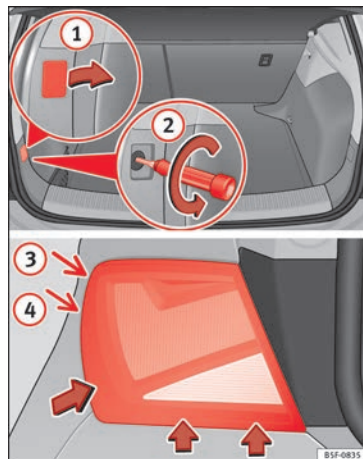

Fig. 111 Coffre à bagages : position de la vis de fixation pour le feu arrière. Démontage du feu arrière sur l'aile.
- Enlevez le cache à l'aide du tournevis à tête plate au niveau de l'évidement »» **fig. 111** **1**.
- Desserrez la vis qui se trouve derrière dans le sens contraire des aiguilles d'une montre (flèche) »» **fig. 111** **2** à l'aide d'un tournevis et retirez-la avec précaution.
- Basculez le feu dans le sens des flèches jusqu'à ce qu'il quitte son logement (positions **3** et **4**) »» **fig. 111**.